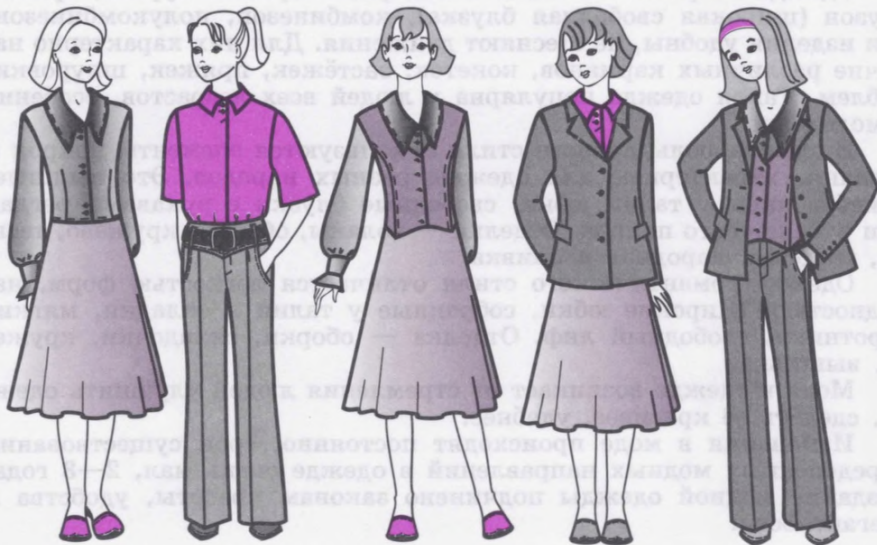

Рис. 19. Комплект одежды: две блузки, юбка, брюки, жилет, пиджак
Рассмотрите рисунок 19. На нём изображён комплект одежды, состоящий из двух блузок (с рукавами разной длины), юбки, брюк, жилета и пиджака. Комплект предназначен для повседневной носки. Можно надеть только юбку и блузку, брюки и блузку или юбку с блузкой и жилетом, юбку с блузкой и пиджаком, брюки с блузкой, жилетом и пиджаком.
*Блузка* — это один из видов верхней женской одежды. По способу носки блузку относят к плечевым изделиям. Она может служить самостоятельным видом одежды или составлять часть комплекта — юбки и блузки; брюк и блузки; юбки, блузки и жилета; юбки (или брюк), блузки, пиджака или жакета (см. рис. 19).